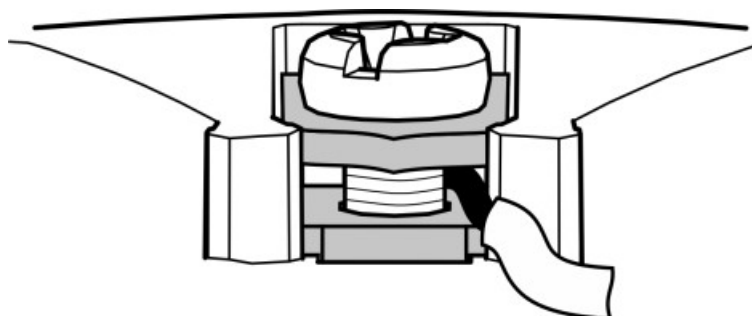

Рисунок 6.2 – Монтаж провода
- Подключить внешние электрические цепи, учитывая рекомендации из раздела 6.4. Провода следует монтировать между пластинами (см. рисунок 6.2).